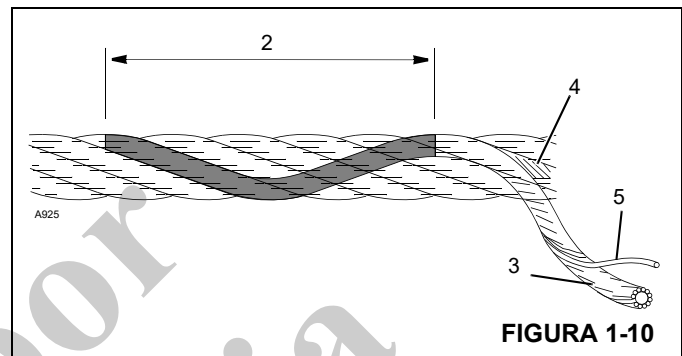

FIGURA 1-10
13. Para revisar si hay alambres rotos (5) (Figura 1-10) alivie la tensión en el cable, muévalo hacia afuera de los “puntos de recogida” y dóblelo lo más que se pueda. Los defectos del cable hacen referencia a la “longitud de sesgo” (2), que es la distancia medida a lo largo del cable en donde una trenza (3) logra una revolución completa alrededor del núcleo (4).